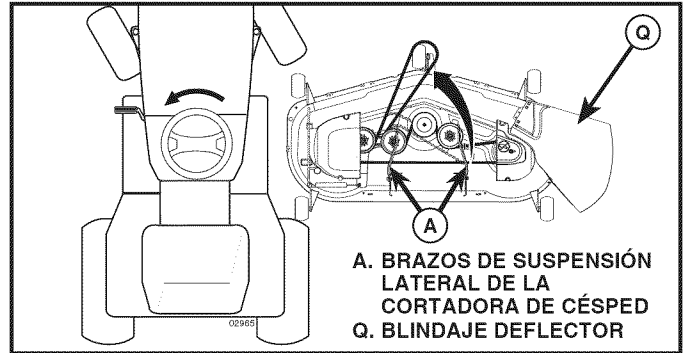

Fig. 8
**4. DESLICE LA CORTADORA DE CÉSPED DEBAJO DEL TRACTOR (Vea Fig. 8)**
**NOTA:** asegúrese de que los brazos de suspensión lateral de la cortadora de césped (A) estén orientados hacia adelante antes de deslizar la cortadora de césped debajo del tractor.